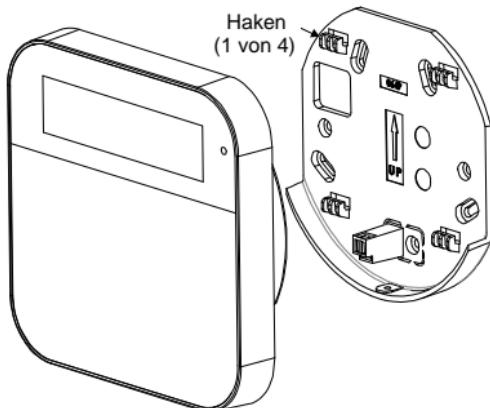

Abbildung 2
3. Befestigen Sie das Funk-Bedienteil an dem Montagehalter, indem Sie das Bedienteil nach unten auf die vier Haken des Montagehalters schieben (siehe Abbildung 2).